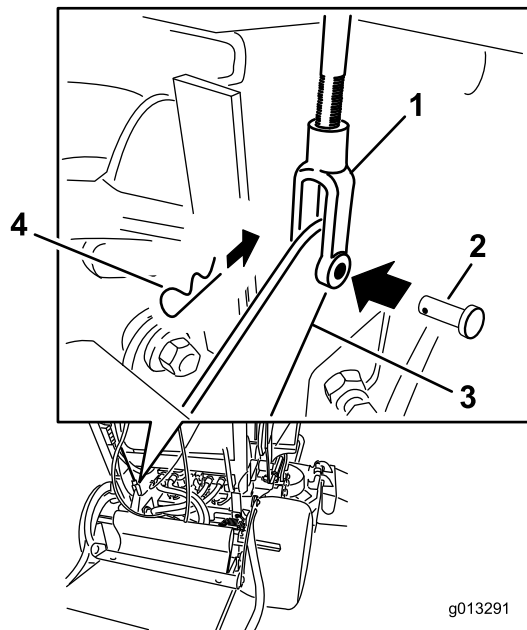

図 60
4. ブレーキの調整を行うには、まず、下側ブレーキレバーとヨークからクレビスピンとヘアピンコッターを外す 図 60。
7. クレビスピンとヘアピンコッターで、下側ブレーキレバーにヨークを固定する 図 60。